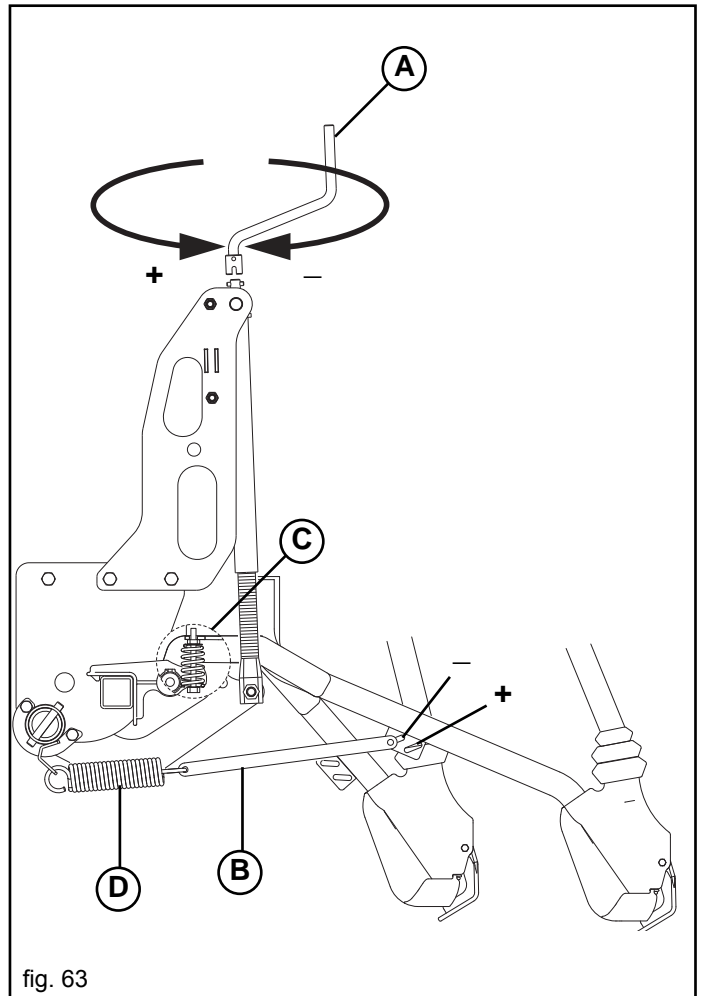
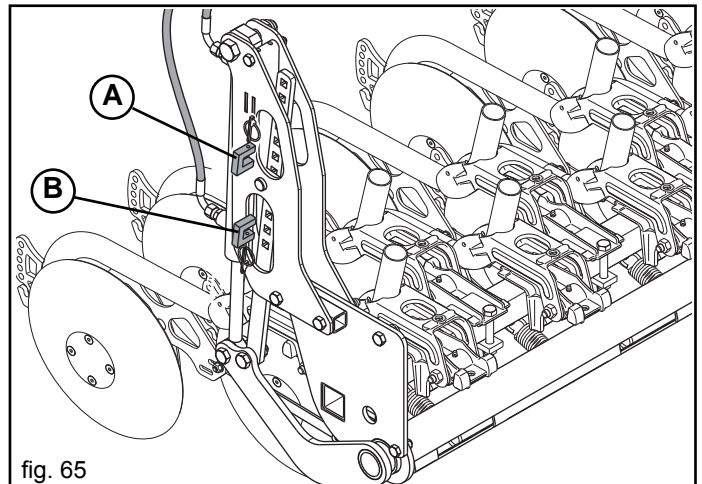

fig. 63
fig. 65
Die Aussaattiefe wird mit einer Kurbel gleichzeitig für alle Scharren eingestellt. Beim Drehen dieser Kurbel (A, Abb. 63) im Uhrzeigerichtung üben die Scharren mittels der Zugfedern einen größeren Druck auf den Boden aus und das Saatgut fällt automatisch tiefer in den Boden.
Nur mit Stiefelscharenreißern ist als Zubehör eine Feder (C, Abb. 63) verfügbar, die das Gewicht des einzelnen komplett entlasteten Federelements (D) annulliert. Dadurch wird eine oberflächliche Saatgutsstreuung ermöglicht.
Auf Antrag kann die errichtende Maßeinheit mit hydraulischer Regelung des Drucks der Furche Öffner ausgerüstet werden (Fig. 65). Diese Vorrichtung wird anstatt der manuellen Einstellerschrauben (Fig. 63) gepaßt und angeschlossen durch die speziellen hydraulischen Schläuche an den Traktorverteiler (doppelter Effekt). Die Vorrichtung wird bearbeitet, indem man den Hebel des Traktorverteilers verschiebt.
Die Blöcke (A-B, Abb. 65) begrenzen jeweils des Höchst- und Mindestdruck der Säscharenreißer und dienen als Endanschlag des ölhydraulischen Zylinders.